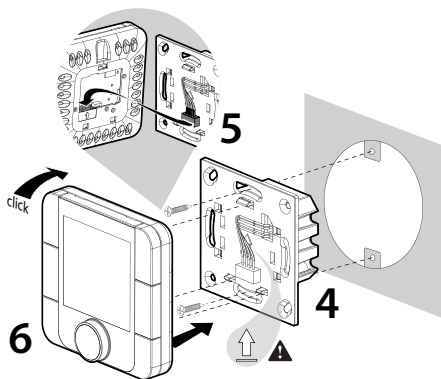

Fig. 6
- для моделей AT*****D* крепление винтов показано на Рис.6 и 7;
- for models AT*****D* insert the screws as shown in Fig. 6 and 7;